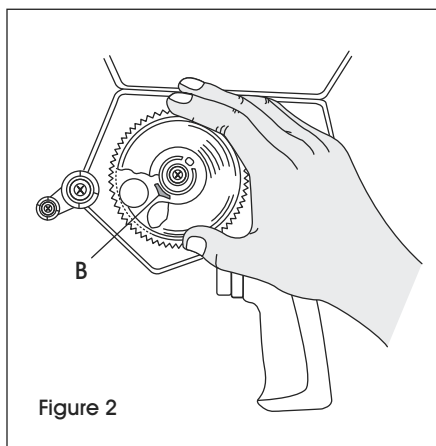

Figure 2
2. Place tape roll on hub with adhesive side out and down. Insert tab (B) in tape core slot. Turn roll slightly until tab snaps into place. (See Figure 2)
2. Placez le rouleau de ruban adhésif sur le moyeu avec le côté adhésif dirigé vers l'extérieur et le bas. Insérez la languette (B) dans la fente du mandrin de ruban adhésif. Faites-le tourner légèrement jusqu'à ce que la languette s'enclenche en position. (Voir Figure 2)